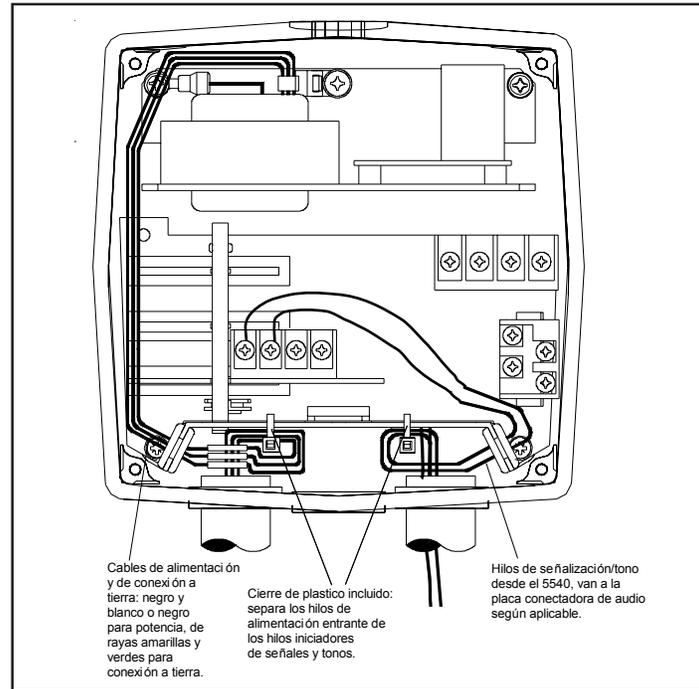

Figura 3. Alambrado del Adaptatone
2. Pasar los hilos por el agujero en la parte inferior de la caja desde un conducto o por un agujero en la cañería aprobados para el mismo nivel de protección y el mismo tipo de recinto requerido en la aplicación. Servirse de los cierres de plástico al nivel de la barrera electrónica para separar los hilos de alimentación entrante de los hilos iniciadores de señales y tonos, según requiere la NEC (Figura 3.)